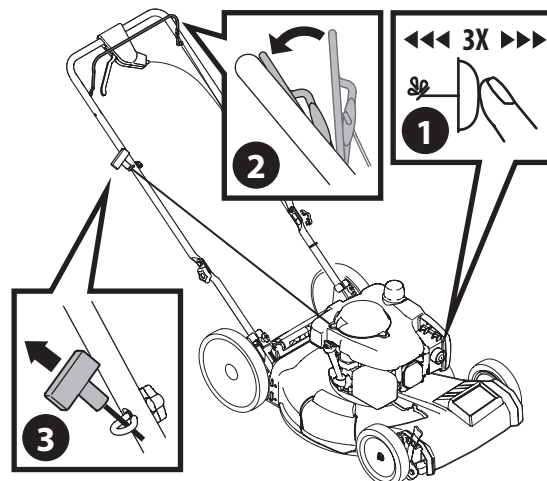

Рисунок 5
1. Нажмите на кнопку праймера 3 раза. Подождите около двух секунд между каждым нажатием (рис. 5). При температуре ниже 50° F нажмите 5 раз. После прогрева двигателя может потребоваться одно нажатие для любой температуры.
3. Слегка потяните за ручку стартера, пока не почувствуете сопротивление, затем резко потяните, чтобы преодолеть сжатие, предотвратить отдачу и запустить двигатель (рис. 5). При необходимости повторите.